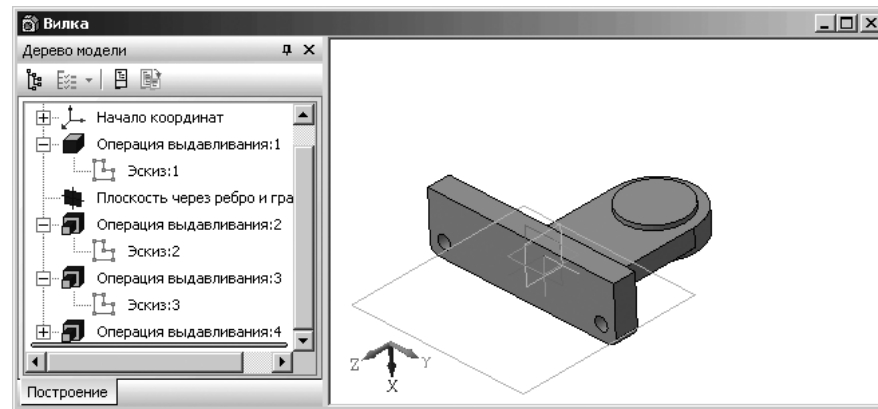

Рис. 3.68. Результат построения внутренней бобышки на проушине
- щелкните на **Специальной панели управления** по кнопке **← Создать объект** или нажмите комбинацию клавиш **Ctrl+Enter**. Появится в **Дерево модели** новый пункт **Операция выдавливания:4**. Появится модель проушины с внутренней бобышкой (рис. 3.68).